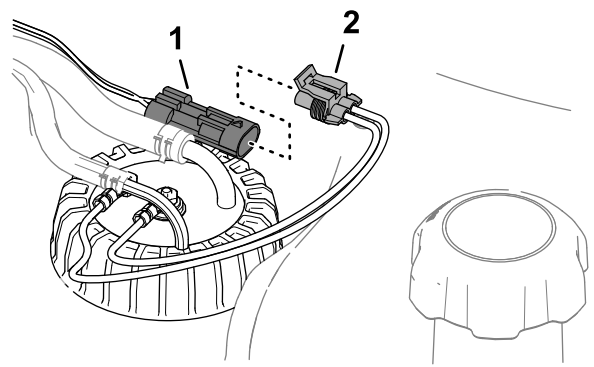

Figura 125
6. Ligue conector de duas tomadas da cablagem de alimentação de combustível ao conector de cablagem da máquina (Figura 125).